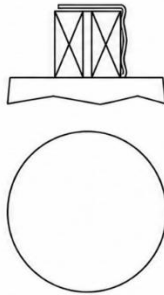

FIGURA 2. Ubicación del Resorte Antirretorno en 07 y Cuadrados más Grandes. (Solo para Acoplamiento Metálico)
2.1.4 (a) Versiones con acoplamiento metálico en los modelos 07 y superiores: coloque el resorte antirretroceso sobre una de las esquinas del cuadrado del actuador, tal y como se muestra en la figura 2.